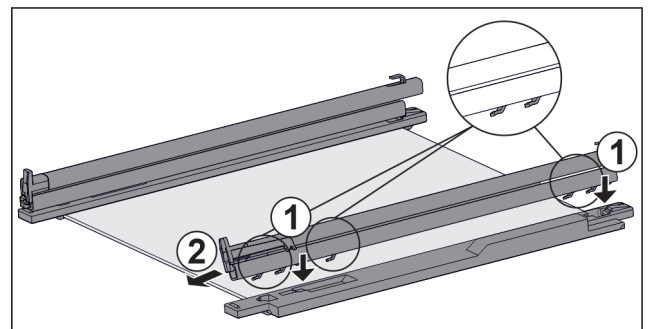

Fig. 110 Glasplaat met rails en vasthouddelen
- ▶ Haken van de rail op de openingen van het **linker** vasthoudeel plaatsen. *Fig. 110 (1)*
- ▶ Rail naar voren trekken. *Fig. 110 (2)*
- ▶ Haken van de rail op de openingen van het **rechter** vasthoudeel plaatsen. *Fig. 110 (1)*